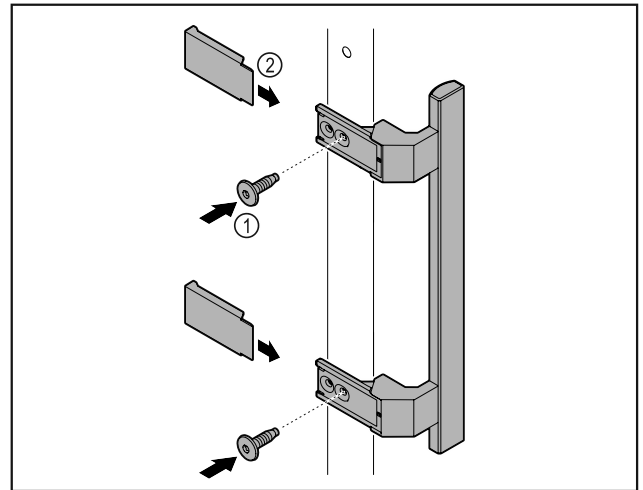

Fig. 2
- ▶ Meegeleverde greep met de meegeleverde schroeven Fig. 2 (1) op de deur aanbrengen.
- ▶ Afdekplaatje Fig. 2 (2) plaatsen.